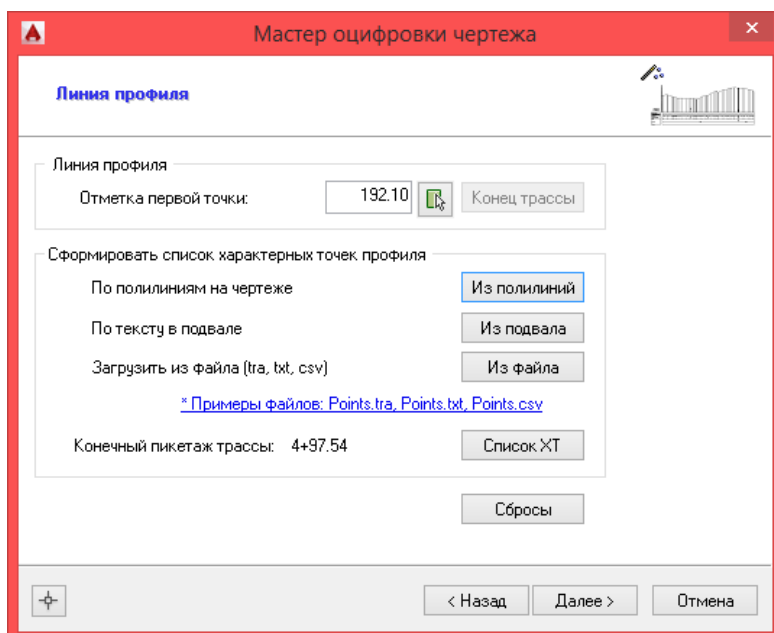

Рис. 26 Мастер оцифровки - формирование характерных точек
1. Задать отметку первой точки профиля (см. рис. 26), используя один из способов:
После формирования списка характерных точек одним из описанных выше способов, автоматически будет заполнена строка *Конечный пикетаж трассы*. Рассчитанное значение пикетажа следует использовать, чтобы проверить правильность сформированного списка точек. Чтобы просмотреть весь список характерных точек, следует нажать кнопку *Список ХТ* (см. рис. 26). Повторное формирование списка характерных точек удаляет существующие точки.